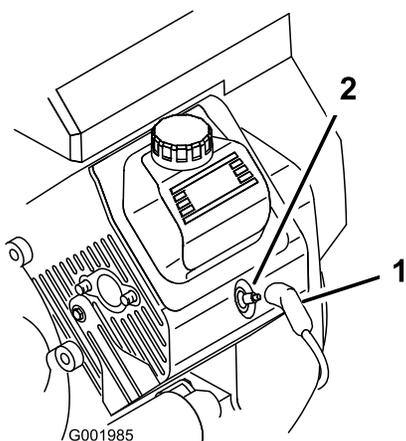

Figura 52
3. Staccate il cappellotto dalle candele (Figura 52).
3. Collegate i cappellotti alle candele (Figura 52).